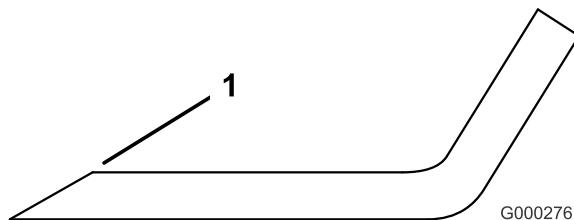

図 21
1. ブレードは、左右の刃先部分を研磨する図21。刃先の角度を変えないように注意すること。左右を同じだけ削るようにすればバランスが狂わない。